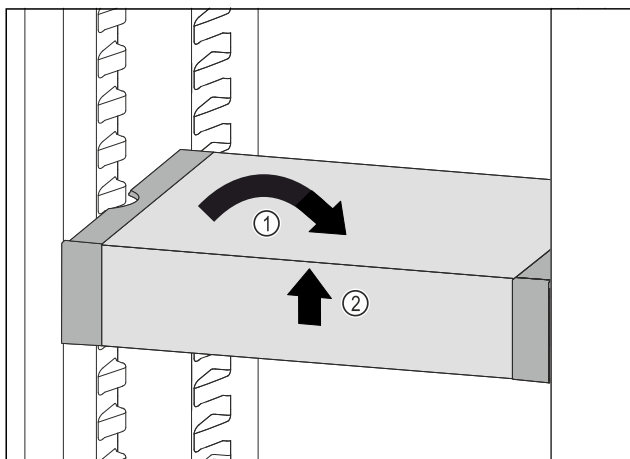

Fig. 96
- VarioSafe postavte rovně. Fig. 96 (1)
- VarioSafe vpředu zvedněte. Fig. 96 (2)